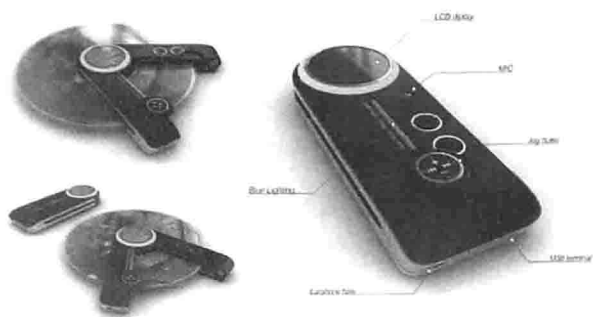

图1-5 MP3播放器
④ MP3 播放器概念产品。这款新型的 MP3 播放器, 既保持小巧的身姿, 又能够兼顾 CD 音乐媒体, 大部分时候它都像是普通的 MP3 播放器一样工作, 但是如果你想听一下 CD 的时候, 只需要将 CD 插入插槽, 通过一端的转轴将 CD 光盘固定住, 它就可以读取 CD 上的音乐了, 如图 1-5 所示。